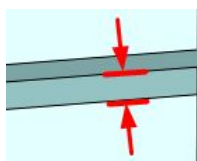

图 4-76 筋的深度
- (2) 【输入筋的深度】: 筋的深度, 如图 4-76 所示。